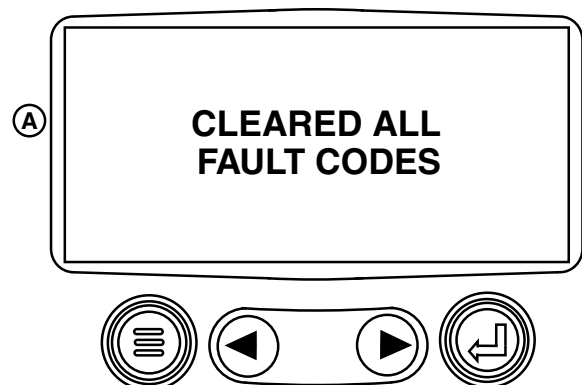

Abbildung 2. Bildschirm Löschen aller Diagnosecodes
5. Der Bildschirm zeigt an, dass die gespeicherten Diagnosecodes gelöscht wurden. Siehe Abbildung 2.